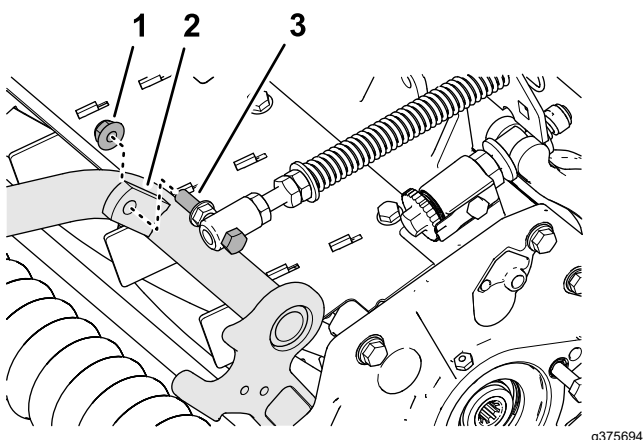

Figure 10
4. Fixez le ressort de compensation sur la patte droite du bâti porteur (Figure 10) avec le contre-écrou à embase ($\frac{3}{8}$ ").